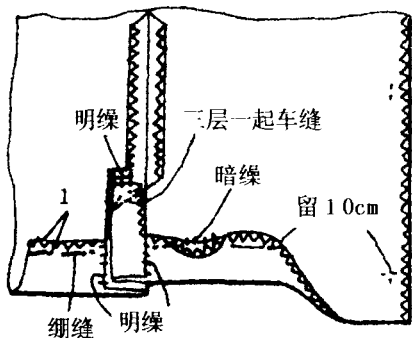
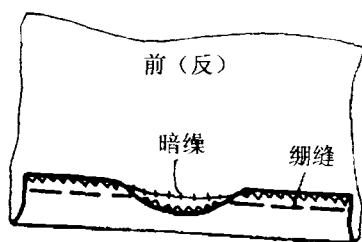

图2-11
图2-13
11. 将左右后裙片开衩贴边正面翻出, 并且均向右后裙片反面折转。再从开衩止点向左下方斜着车缝一道线, 将左右开衩贴边固定在一起。然后将底摆贴边沿净印向裙片反面折转。在距贴边上边缘 1cm 处绷缝一道线, 但距侧缝 10cm 处的贴边不要与裙片绷缝, 再顺绷线将贴边与裙片暗缷固定。开衩贴边下部边缘与底摆贴边明缷固定。见图 2-11。
13. 缝制底摆。将前裙片底摆贴边及后裙片 10cm 没绷缝的后裙片底摆贴边按净印向裙片反面折转, 参照图 2-11 缝制方法, 将贴边与裙片绷缝、暗缷。见图 2-13。